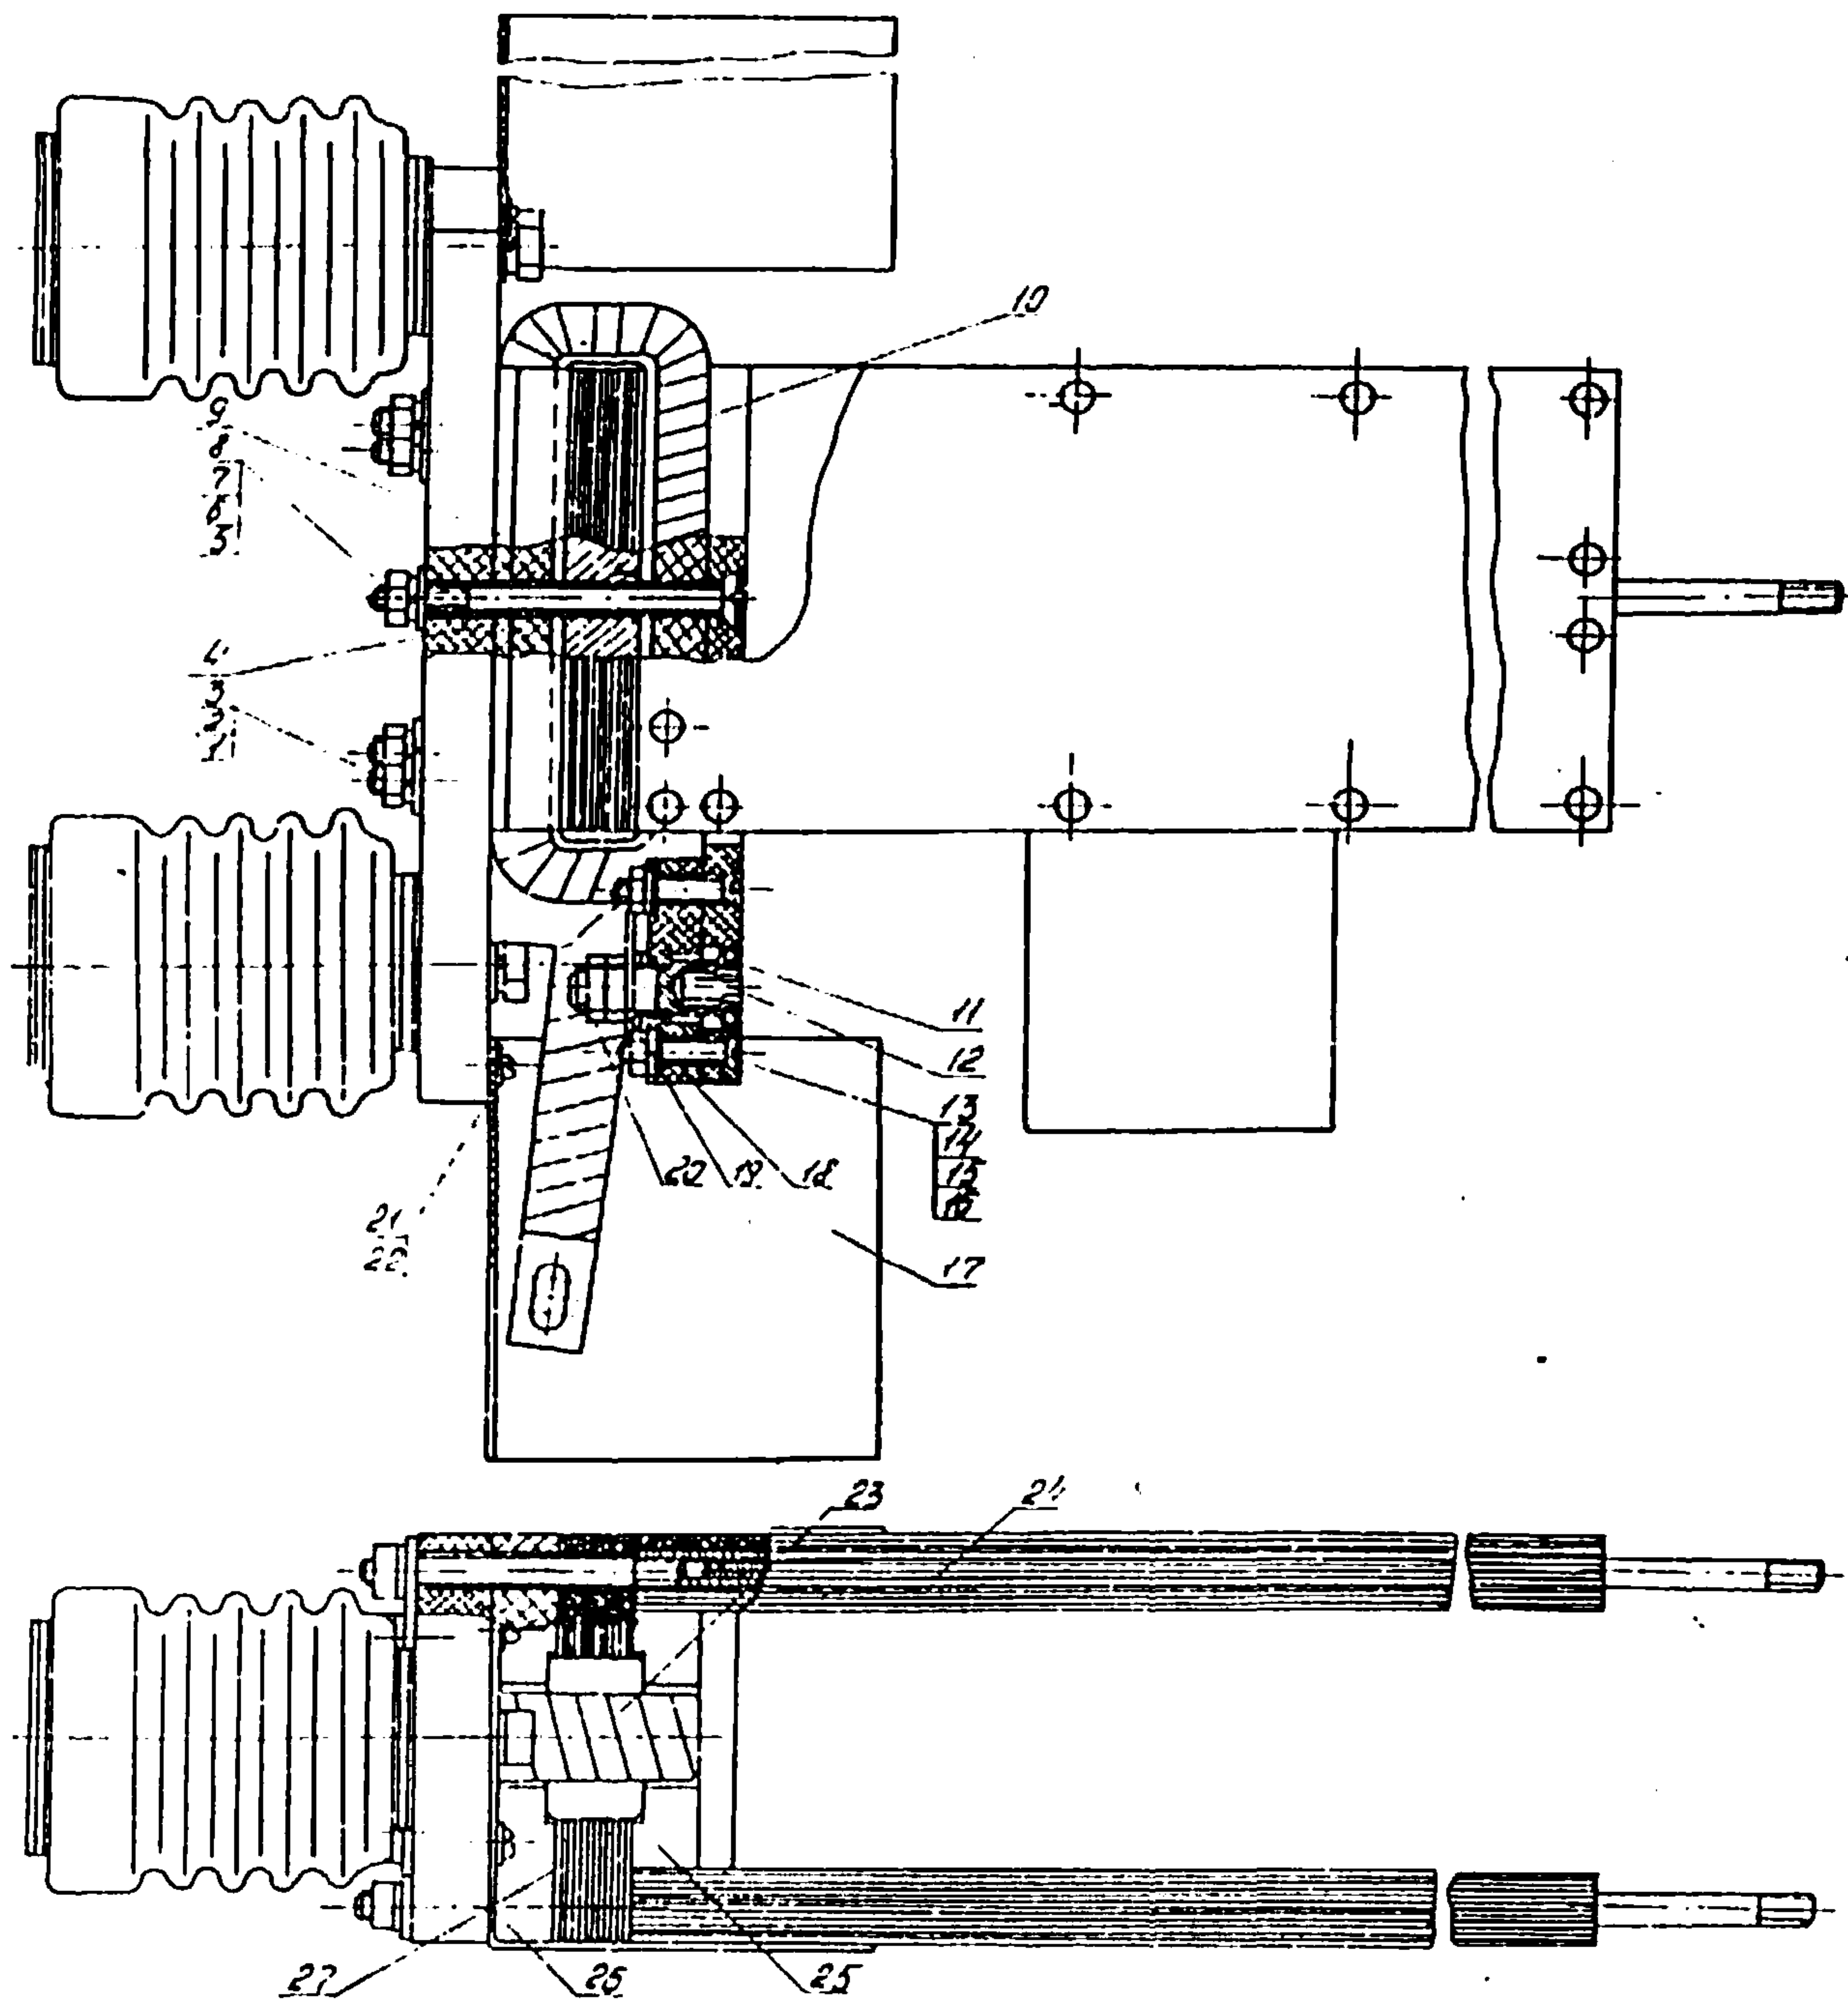

Рис. 7. Электромагнит:
- 06.1. Вывинтить винты 21 (рис.7) и снять козырек 17.